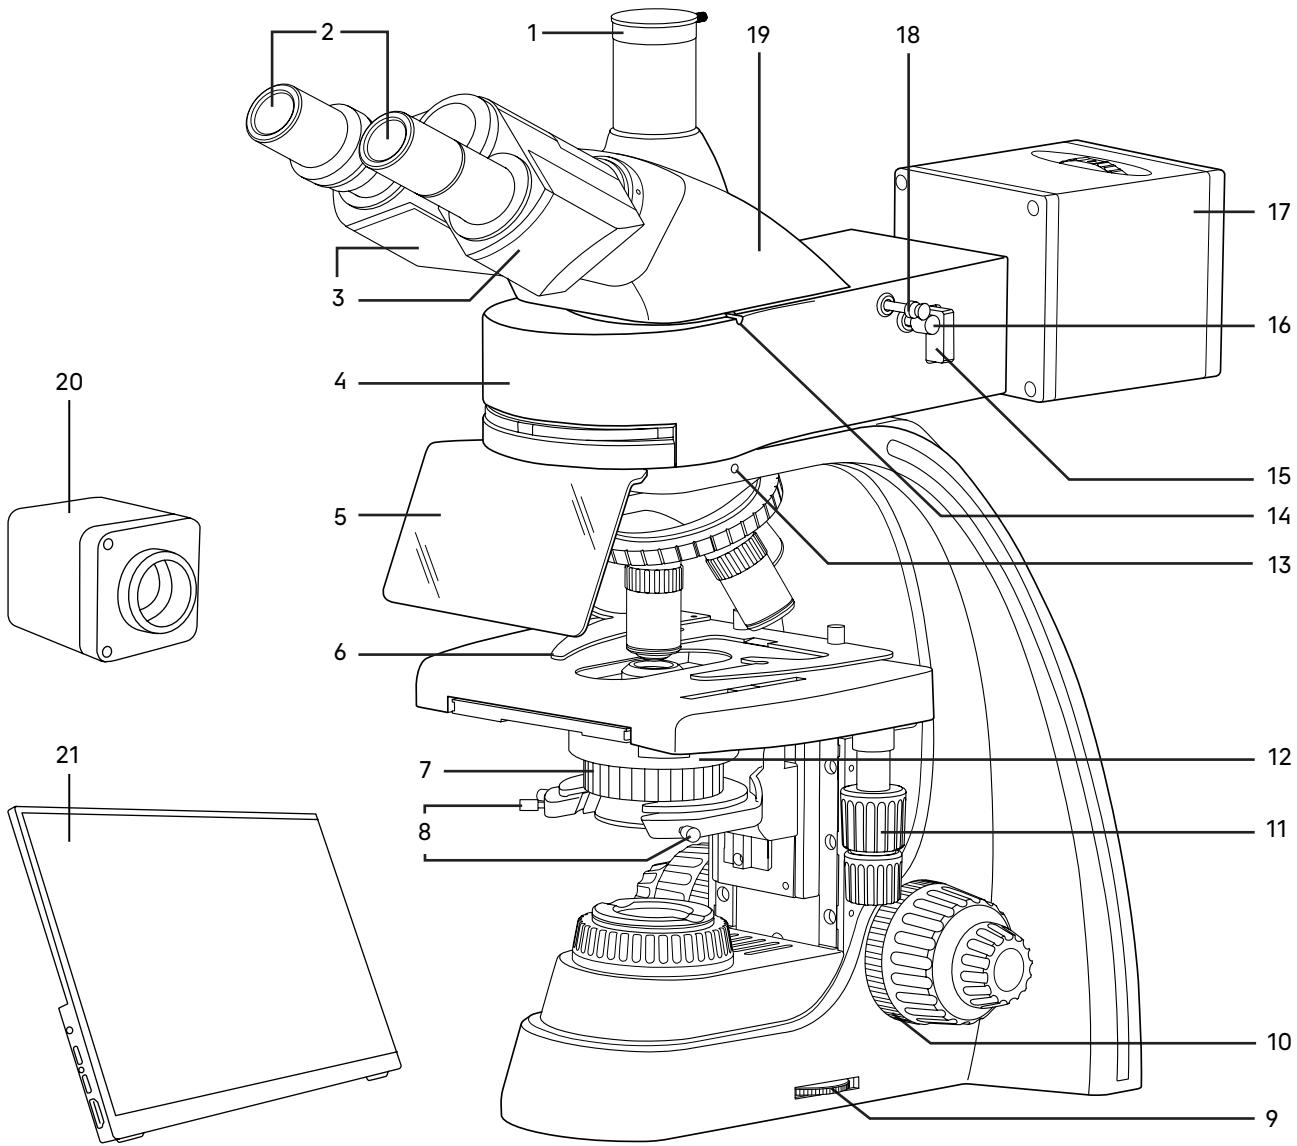
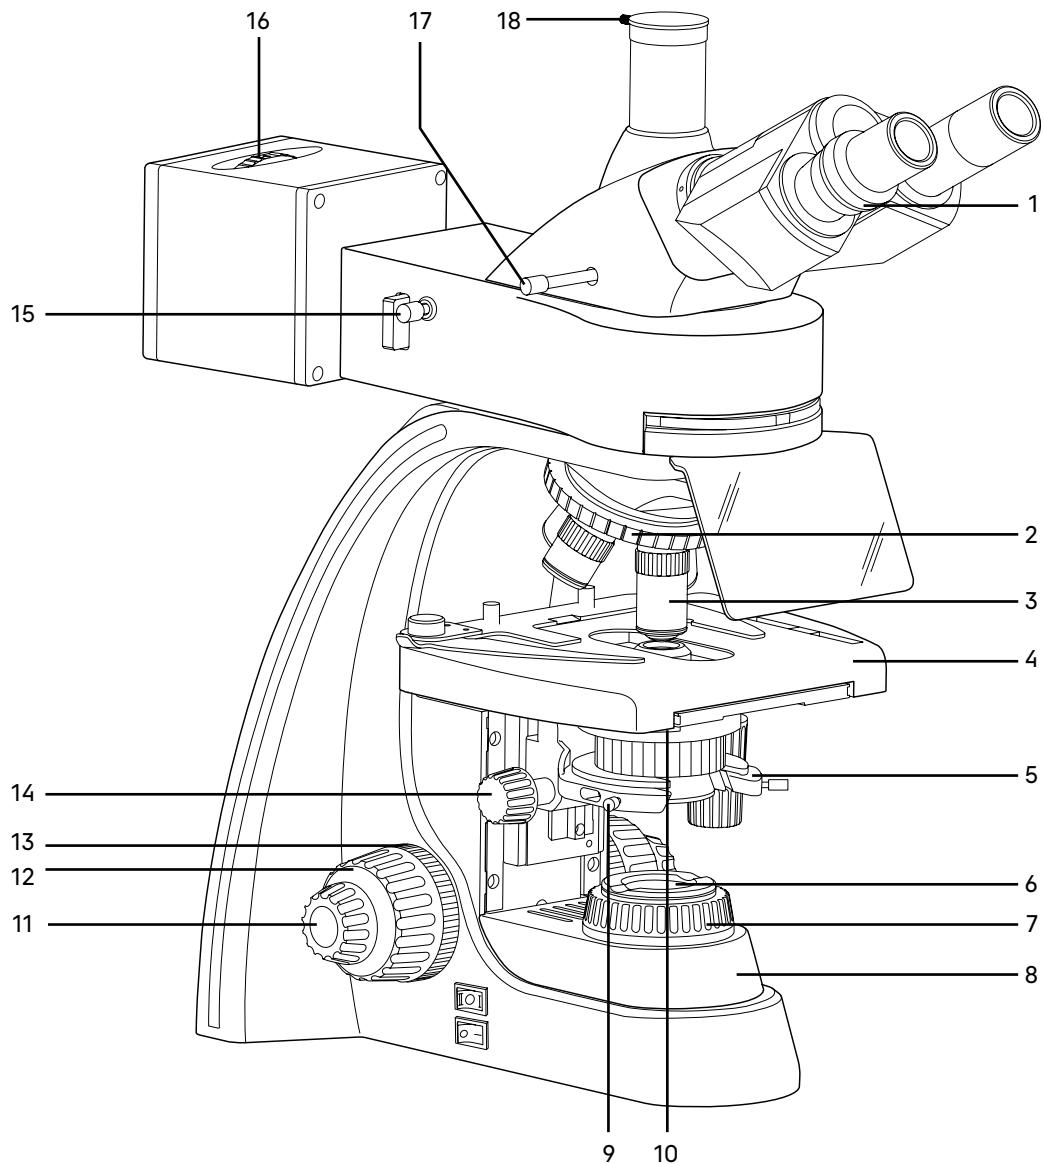

Рис. 1. Микроскоп MAGUS Lum D400L LCD. Вид справа
Рис. 2. Микроскоп MAGUS Lum D400L LCD. Вид слева
Полный состав микроскопа указан в разделе 8 данного руководства по эксплуатации. Общий вид микроскопа представлен на рис. 1, 2 и 3.
Штатив 8 (рис. 2) представляет собой цельную конструкцию с основанием. Основание имеет Y-образную устойчивую эргономичную форму.
- револьвер 2 (рис. 2) с объективами 3 (рис. 2);
- предметный столик 4 (рис. 2);
- кронштейн конденсора 5 (рис. 2);
- коллектор в оправе с полевой диафрагмой 6 (рис. 2).
Диск 9 (рис. 1) служит для регулировки напряжения питания источника проходящего и отраженного света.
Фокусировка на объект осуществляется перемещением по высоте предметного столика 4 (рис. 2). Грубая фокусировка производится вращением коаксиальных рукояток 12 (рис. 2), которые размещены по обеим сторонам штатива.
Тонкая фокусировка производится вращением рукояток 11 (рис. 2), расположенных по обеим сторонам штатива. Тонкая фокусировка требуется для точного фокусирования на объект и для подфокусировки микроскопа на резкость изображения при смене объективов и препаратов.
Механизм регулировки жесткости хода грубой фокусировки 10 (рис. 1) – кольцо между штативом и рукояткой грубой фокусировки с правой стороны. С помощью кольца регулируется жесткость хода грубой фокусировки так, чтобы жесткость была комфортной для пользователя, но при этом столик не опускался самопроизвольно во время работы.
Рукоятка блокировки грубой фокусировки 13 (рис. 2) расположена с левой стороны. После завершения грубой фокусировки рекомендуется перевести рычаг в крайнее положение в направлении по часовой стрелке. Таким образом закрепится положение грубой фокусировки для быстрой рефокусировки после смены препарата.
Насадка 19 (рис. 1) обеспечивает визуальное наблюдение изображения объекта. Насадка устанавливается в отверстие верхнего фланца корпуса люминесцентной насадки 4 (рис. 1) и закрепляется винтом 14 (рис. 1). Насадку при установке развернуть окулярами в сторону предметного столика.
Изменение межзрачкового расстояния в насадке осуществляется разворотом окулярных тубусов 3 (рис. 1) в пределах 48–75 мм. Значение расстояния, установленного в соответствии с глазной базой наблюдателя, отсчитывается по шкале на насадке.
Механизм диоптрийной подвижки окуляров служит для компенсации аметропии глаз наблюдателя. Находится на левом окулярном тубусе – кольцо 1 (рис. 2). Второй окулярный тубус насадки неподвижный.
В вертикальный тубус 1 (рис. 1) корпуса визуальной насадки (канал визуализации) для фиксации камеры устанавливается переходник C-mount. Камера служит для вывода изображения на экран компьютера или монитор/телевизор. Переключение светового потока на вертикальный тубус производится рукояткой 17 (рис. 2). Рукоятка имеет два положения: 100/0 и 0/100.
В комплект микроскопа входят окуляры 2 (рис. 1). Окуляры имеют высокое положение выходного зрачка и предназначены для работы как в очках, так и без них.
Револьверное устройство 2 (рис. 2) обеспечивает установку пяти объективов 3 (рис. 2). Смена объективов производится вращением револьверного устройства за конусную рифленую поверхность до фиксированного положения.
Объективы 3 (рис. 2) рассчитаны на длину тубуса «бесконечность». Парфокальная высота объективов составляет 45 мм, линейное поле зрения в плоскости изображения – 22 мм. Рассчитаны для работы с препаратами с толщиной покровного стекла 0,17 мм или без покровного стекла. Микроскоп укомплектован объективами-планахроматами с увеличением 4x, 10x, 40x (люминесцентный), 100x. Дополнительно возможна комплектация объективом-планахроматом 20x и 60x и люминесцентным планахроматом 10x.
Конденсор 12 (рис. 1) установлен в кронштейн 5 (рис. 2) под предметным столиком микроскопа. Тип крепления конденсора – «ласточкин хвост». Конденсор устанавливается по направляющим при поднятом столике и опущенном кронштейне. Перемещение конденсора вдоль оптической оси микроскопа осуществляется с помощью рукоятки перемещения кронштейна конденсора 14 (рис. 2), расположенной слева от наблюдателя под столиком микроскопа. Диапазон перемещения конденсора – не менее 33 мм.
Конденсор имеет слот 10 (рис. 2) для установки слайдера темного поля или слайдера фазового контраста.
Кронштейн конденсора имеет пружинный держатель, с помощью которого двумя винтами 8 (рис. 1) конденсор центрируется в оптической оси. Фиксация конденсора в держателе осуществляется винтом 9 (рис. 2).
Двухкоординатный предметный столик 4 (рис. 2) обеспечивает перемещение объекта в двух взаимно перпендикулярных направлениях с помощью рукояток 11 (рис. 1), расположенных на одной оси.